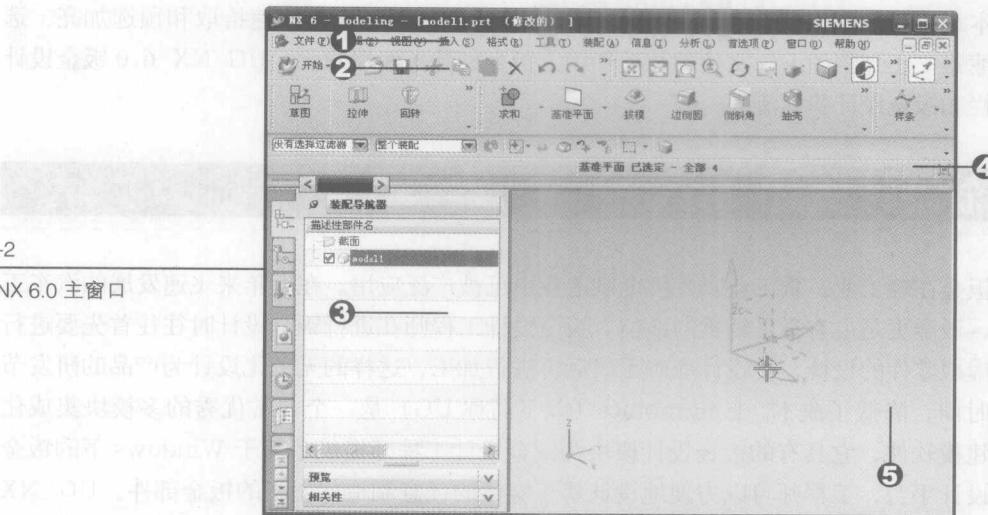
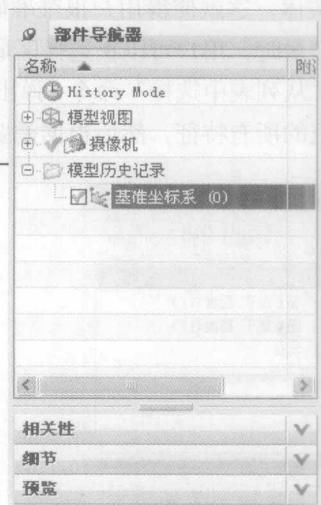

图 1-2
图 1-3
UG NX 6.0 的主窗口由菜单栏（①）、工具栏（②）、导航区（③）、信息提示栏（④）和绘图区（⑤）组成，如图 1-2 所示。
在如图 1-2 所示的 UG NX 6.0 主窗口中，单击“部件导航器”按钮，会展开如图 1-3 所示的“部件导航器”对话框，里面包含了已经建立的各个特征，用户可以通过勾选或者取消勾选每个特征前面的复选框来显示或者取消显示各个特征，还可以选择需要编辑的特征，通过右击对特征参数进行编辑。
在对一个实体进行编辑时，这个实体往往包含了很多特征，如实体、边缘、曲线、点、草图等，如果需要对其中某一特征进行批量选择，按照上文中介绍的“快速拾取”方法选择效率就比较低了，这时可以用选择过滤器来完美地解决这一问题。选择过滤器位于主界面（见图 1-2）中的“信息提示栏”上方，如图 1-8 所示。例如，仅需要对边进行选择时，可以单击“选择过滤器”文本框右边的  按钮，打开如图 1-9 所示的“选择过滤器”下拉列表，在里面选择“边”选项，这时，当光标在选择区中进行选择时，只有边特征会被加亮，用户就可以很快排除其他干扰，方便地选择边特征了。